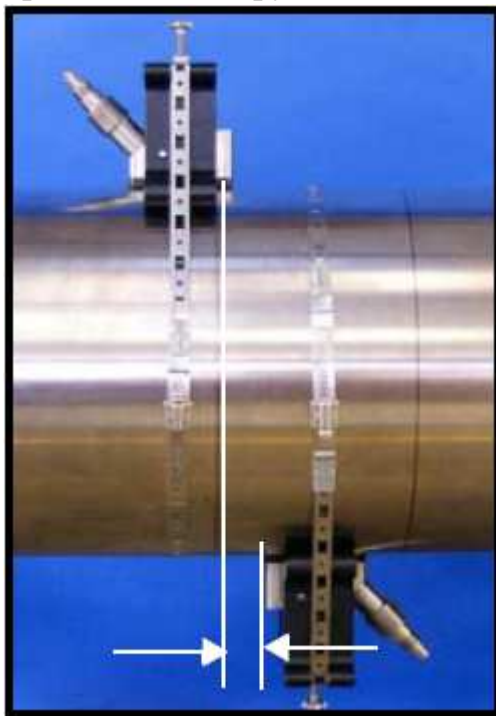

Рис. 3-27: Расстояние между торцами ультразвуковых преобразователей
2. Определите примерное расстояние (по оси трубы) от торца одного ультразвукового преобразователя до другого, как показано ниже на рис. 3-27.
3. Разложите на плоской поверхности первую полосу демпфирующего материала. Отрежьте от нее полосу шириной, равной расстоянию между торцами ультразвуковых преобразователей (это расстояние показано выше на рис. 3-27).